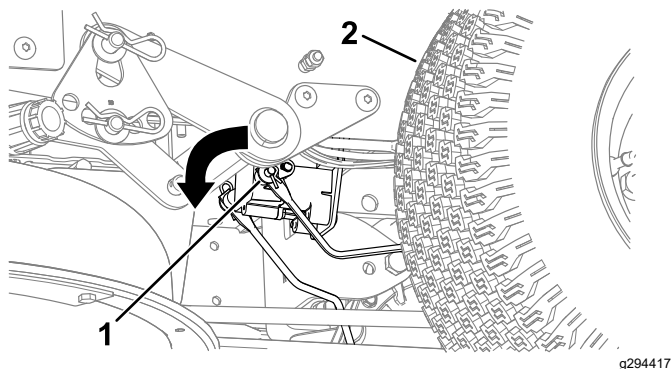

Figura 54
4. Localize o veio no travão elétrico onde os braços de articulação do travão estão ligados (Figura 54).
5. Rode o veio para a frente para desengatar o travão, como se mostra na Figura 54.